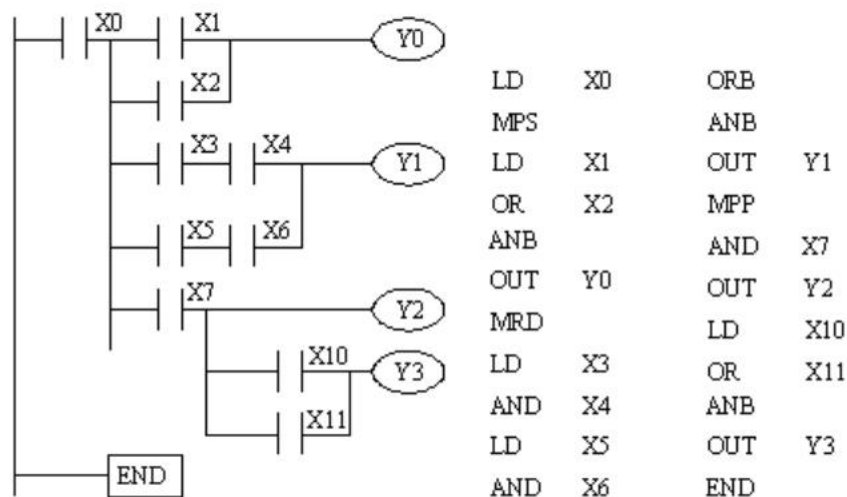

图 9 栈指令编程实例
栈指令编程梯形图实例如图 9 所示。
- (1) 按图 9 输入程序。
- (2) 检查程序, 使其正确。
- (3) 运行该程序, 当 $X0=1(ON)$ 时, 观察输出状态。
- ① $Y0$ 的状态取决于 $X1$ 或 $X2$ 的状态。
- ② $Y1$ 的状态取决于 $X3$ 、 $X4$ 相与或 $X5$ 、 $X6$ 相与的状态。
- ③ $Y2$ 状态取决于 $X7$ 的状态。
- ④ $Y3$ 状态取决于 $X7$ 及 $X10$ 或 $X11$ 的状态。